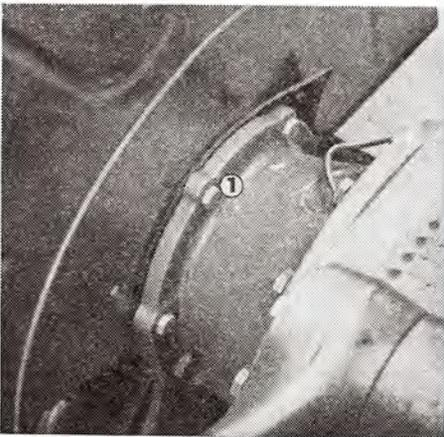

Abb. 76a
3. Vier Muttern M 10 sind von den Schrauben (Abb. 76a/1) der Kotflügel am Achsbuchsenflansch auszuschrauben.